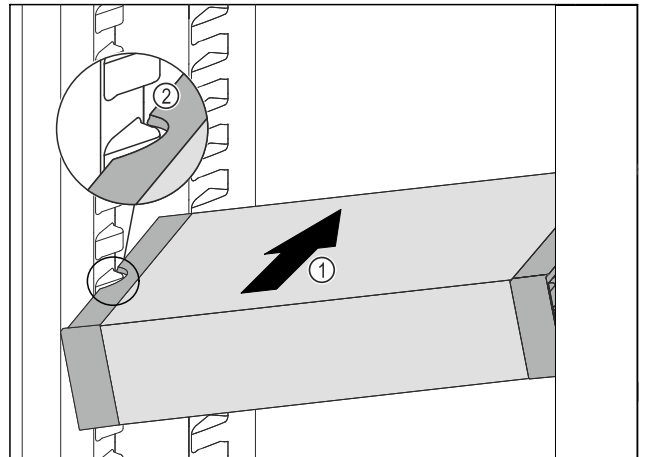

Fig. 84
- Inserire VarioSafe ad angolo nel vano frigorifero Fig. 84 (1), fino a quando le cavità laterali Fig. 84 (2) di VarioSafe non si trovano al livello della nervatura del contenitore nel vano frigorifero.